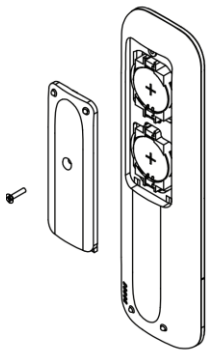

Fig. 25
1. Verwijder het batterijklepje van de afstandsbediening met een Philips-schroevendraaier (afb. 25).